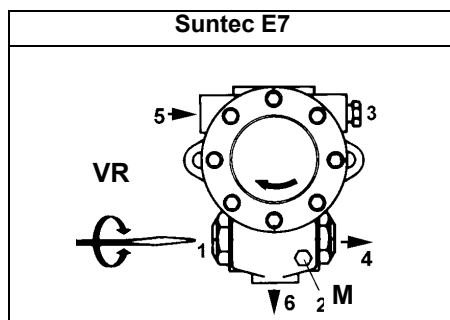

Fig. 8
- 3 purgar el aire de la conexión **(M)** manómetro de la bomba (Fig. 8), aflojando levemente el tapón, sin quitarlo; luego soltar el contactor;
- 5 La presión de alimentación de la boquilla ya es previamente calibrada en fábrica y no debe ser modificada. Sólo si fuera necesario, regular la presión de alimentación (véase apartado correspondiente) de la siguiente manera: colocar un manómetro en la posición indicada en Fig. 9 intervenir en el tornillo de regulación **VR** de la bomba (véase Fig. 8) hasta obtener una presión en la boquilla igual a 20 bar (boquillas Monarch o boquillas Bergonzo – véanse gráficos en pag. 42-34)